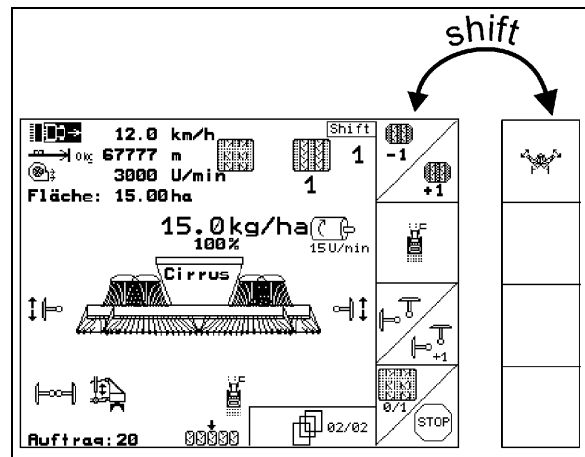

Fig. 10
- Bei Betätigen der Shift-Taste erscheinen weitere Funktionsfelder (Fig. 10) und die Belegung der Funktionstasten ändert sich entsprechend.